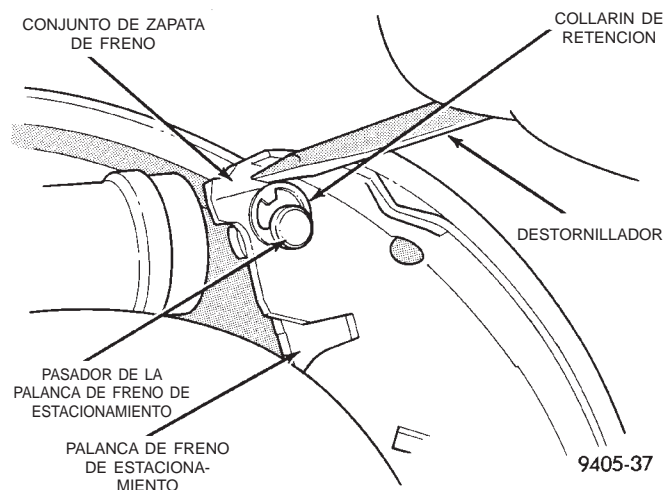

Fig. 91 Instalación del collarín de retención de la palanca de freno de estacionamiento
(4) Instale la arandela ondulada en el pasador de la palanca de freno de estacionamiento.
(5) Instale el pasador de la palanca de freno de estacionamiento en el orificio del conjunto de zapata de freno trasero (Fig. 91).